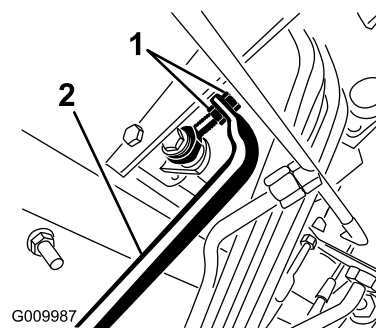

Figura 94
5. Ajuste as porcas de segurança na extremidade da barra da bomba para mover o tubo de controlo da bomba para a frente e eliminar o risco de deslizamentos para a frente, ou para trás para eliminar os deslizamentos para trás (Figura 94).